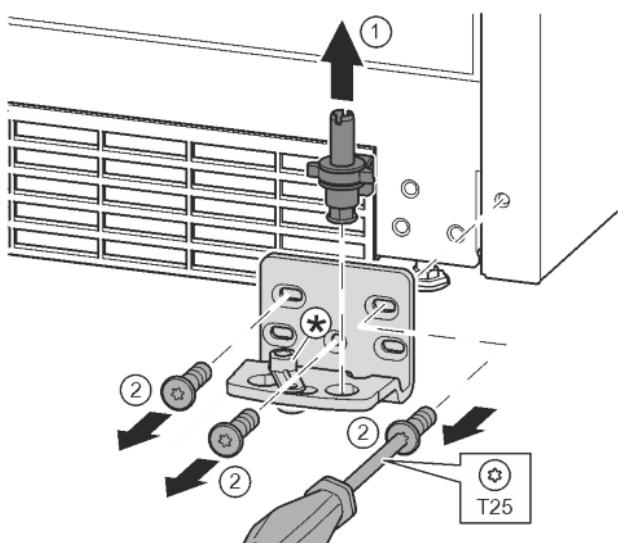

Fig. 13
- Izvucite podložak ležaja kompletno prema gore. Fig. 13 (1)
- Odvijačem T25 odvijte vijke i skinite podložak ležaja. Fig. 13 (2)